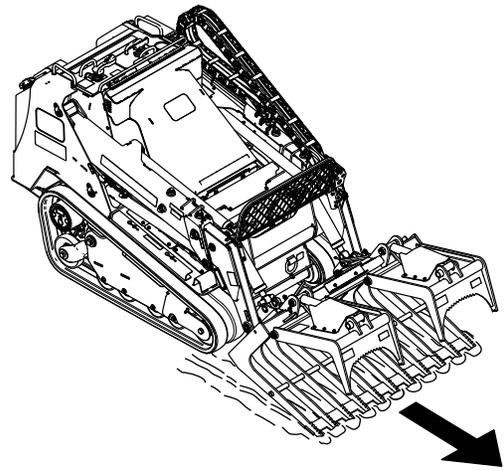

Figura 5
1. Para excavar o rastrillar usando la mordaza inferior, abra las mordazas e introduzca los dientes de la mordaza inferior en el suelo (Figura 5).